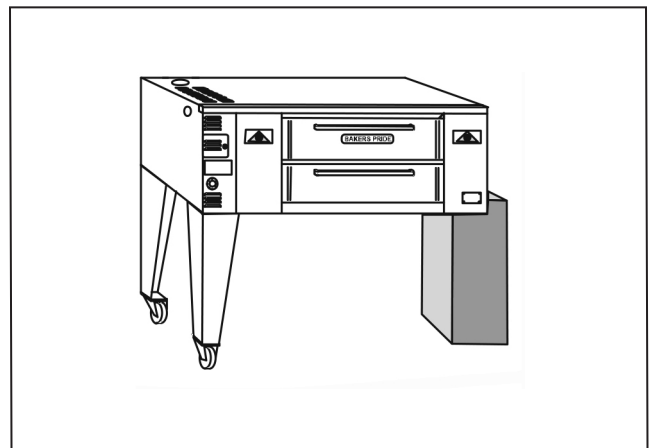

Figure 6
- c) À l'aide de l'équipement de levage approprié, abaisser le four de son arrière à son dessous. Levez l'unité et placez sur le stand. (Voir Fig. 6).